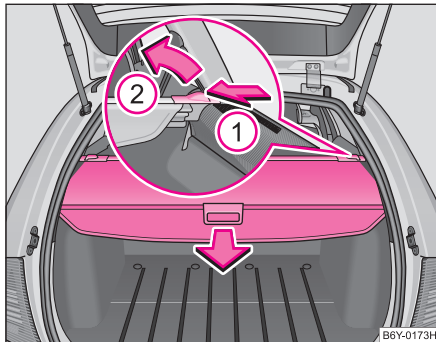

Abb. 60 Gepäckraum:
- Ziehen Sie die Gepäckraumabdeckung in Pfeilrichtung ⇒ Abb. 60.
- Zur Beförderung von sperrigem Gepäck lässt sich die Gepäckraumabdeckung ausbauen. Drücken Sie den Schieber von der Seite in Richtung des Pfeiles ① ein und nehmen Sie die Gepäckraumabdeckung in Richtung des Pfeiles ② heraus.
Wenn Sie den gesamten Gepäckraum benutzen möchten, können Sie die Gepäckraumabdeckung ausbauen ⇒ Seite 79, Abb. 60.